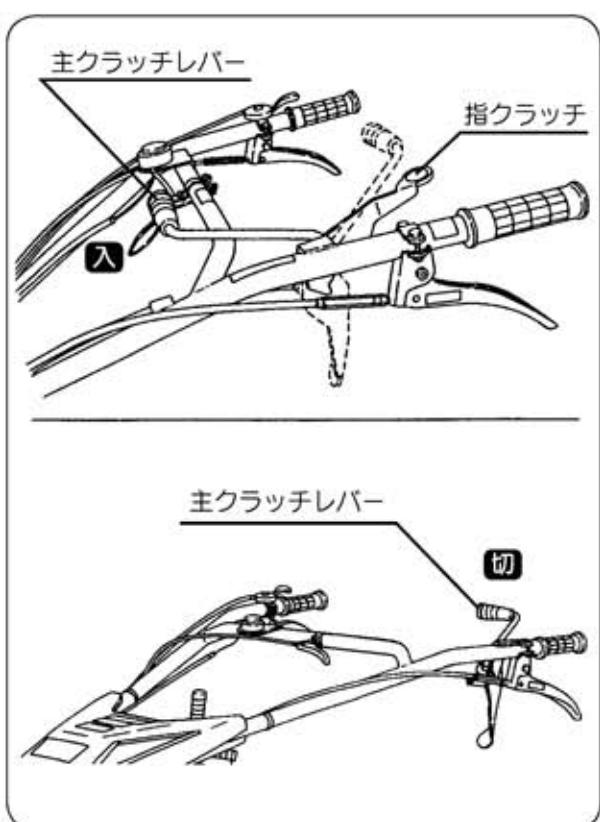

図23
- ①主クラッチレバーを前に押すとクラッチが入り手前に引くとクラッチが切れます。(図23)